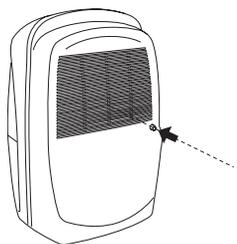

fig. 3
- 1) Forare l'interno del beccuccio di scarico utilizzando una punta da trapano di 7 mm di diametro o eventualmente rimuovere la parte pretranciata facendo pressione con un cacciavite o un attrezzo simile; (Fig. 3).